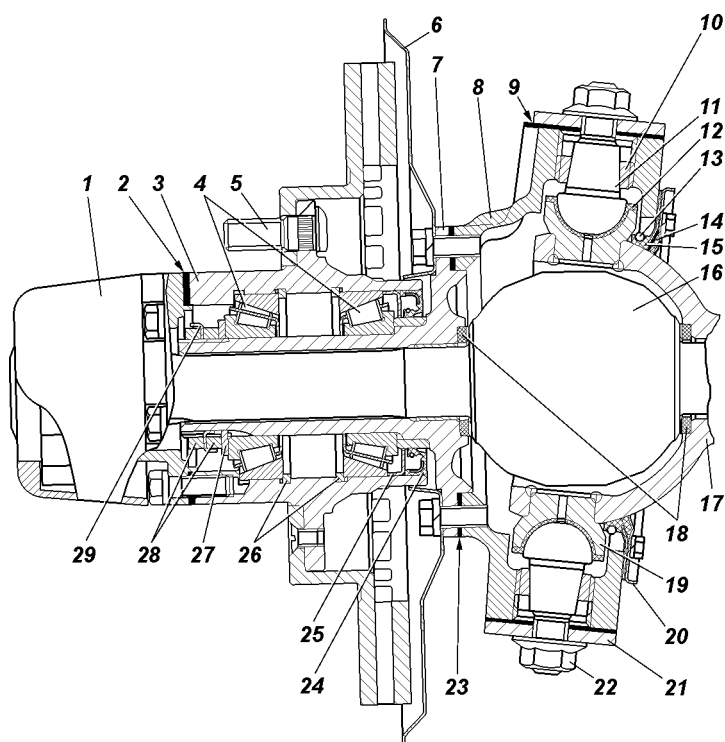
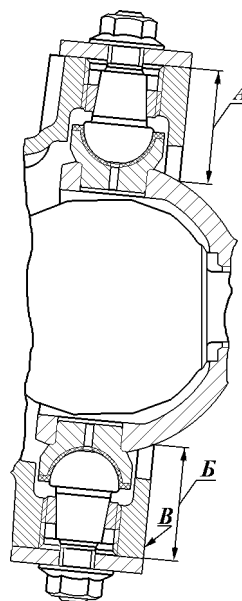

Рис. 9.12. Поворотный кулак и ступица:
Рис. 9.14. Регулировка затяжки шаровых шкворней поворотного кулака
На рис. 9.12 представлен поворотный кулак переднего моста, оснащенный шарнирами равных угловых скоростей типа "Бирфильд" и сферическими шкворневыми узлами.
Добавление смазки в сферические шкворни и в шаровые опоры с шарнирами типа "Бирфильд" (см. рис. 9.12 и 9.21) в процессе эксплуатации не требуется. При ремонте смазка заменяется. **Применяйте только рекомендованные смазки. (Для смазывания шарниров равных угловых скоростей типа "Бирфильд" используйте смазки ШРУС-4, ШРУС-4М или импортные аналоги).**
Регулировка затяжки шаровых шкворней (см. рис. 9.12) поворотного кулака на заводе производится с предварительным натягом вдоль общей оси шкворней.
Крутящий момент поворота шаровой опоры 17 (см. рис. 9.12) (или корпуса 8 поворотного кулака, если шаровые опоры не отсоединялись от кожуха полуоси) в любую сторону относительно общей оси шкворней должен быть в пределах 10-15 Н·м (1,0-1,5 кгс·м).
2. Заворачивайте зажимные втулки до упора шкворней во вкладыши с обеих сторон, обеспечив при этом равенство размеров А и Б (рис. 9.14) от торцев корпуса 8 (см. рис. 9.12) поворотного кулака до сферы шаровой опоры 17. *Допускается неравенство размеров А и Б не более 0,2 мм. Для получения достаточной точности измерение размеров А и Б следует проводить в плоскости В (см. рис. 9.14).*
5. Установите накладки 21 (см. рис. 9.12) с прокладками 9 и затяните гайки 22 с крутящим моментом 80-100 Н·м (8-10 кгс·м).
Неравенство размеров А и Б (см. рис. 9.14) должно быть не более вышеуказанной величины (0,2 мм).